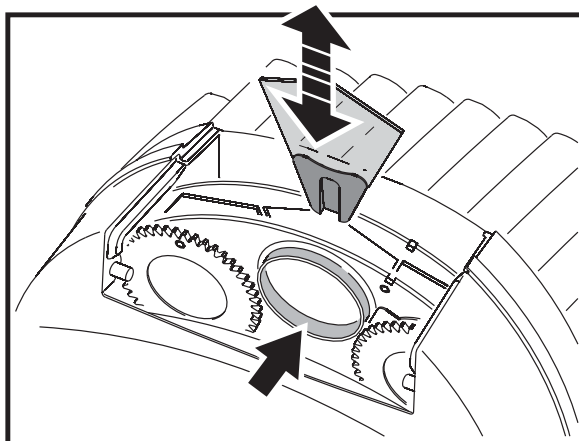

Figure 10: Changement de gobo et de filtre
5. Pour retirer un filtre de couleur, tournez la roue de gobos pour faire apparaître la position vide (voir Figure 10) en face du filtre. Appuyez délicatement sur le filtre vers la lentille frontale pour le libérer, saisissez-le par les bords et glissez-le hors de la machine. Si vos doigts sont trop larges, protégez le filtre avec un morceau de papier plié plusieurs fois sur lui-même et attrapez le filtre avec des brucelles.